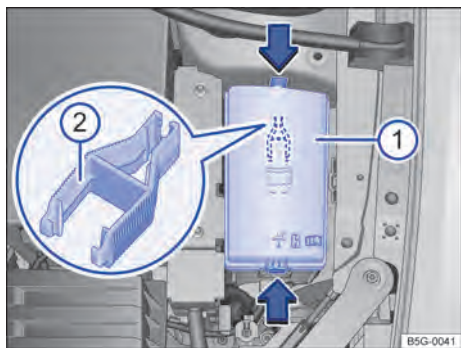

Fig. 170 No compartimento do motor: cobertura ① da caixa de fusíveis com pinça de plástico ②.
→ Fig. 170 ①, para destravar a cobertura da caixa de fusíveis.
No lado interno da cobertura da caixa de fusíveis no compartimento do motor pode haver uma pinça de plástico → Fig. 170 ② para a retirada dos fusíveis.